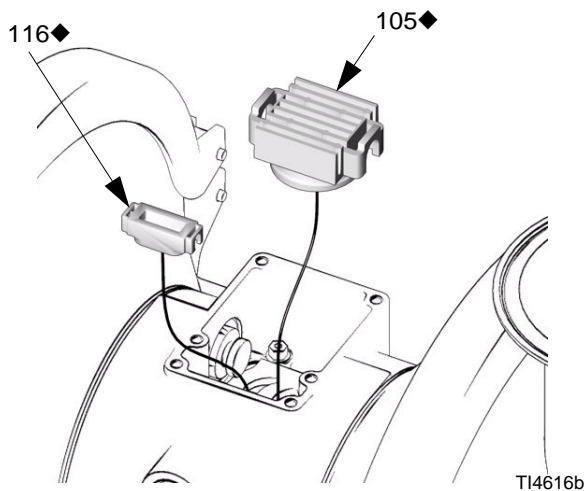

FIG. 11
6. Engrase la cara inferior del bloque piloto (116) e instálelo de forma que las aletas se acoplen en las ranuras de los extremos de los pasadores piloto (114). Consulte la FIG. 11.
7. Engrase la cara inferior del carro de la válvula (105). Consulte la FIG. 11.
8. Instale el carro de la válvula (105) de forma que las aletas encajen en las ranuras del extremo estrecho de los pistones de accionamiento (111). Consulte la FIG. 11.